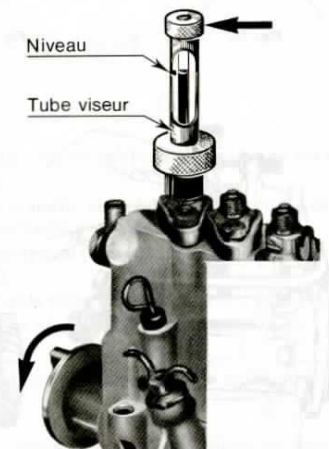

Fig. 7. — Détermination du début d'injection au tube viseur.
b) Calage au tube viseur (fig. 7).